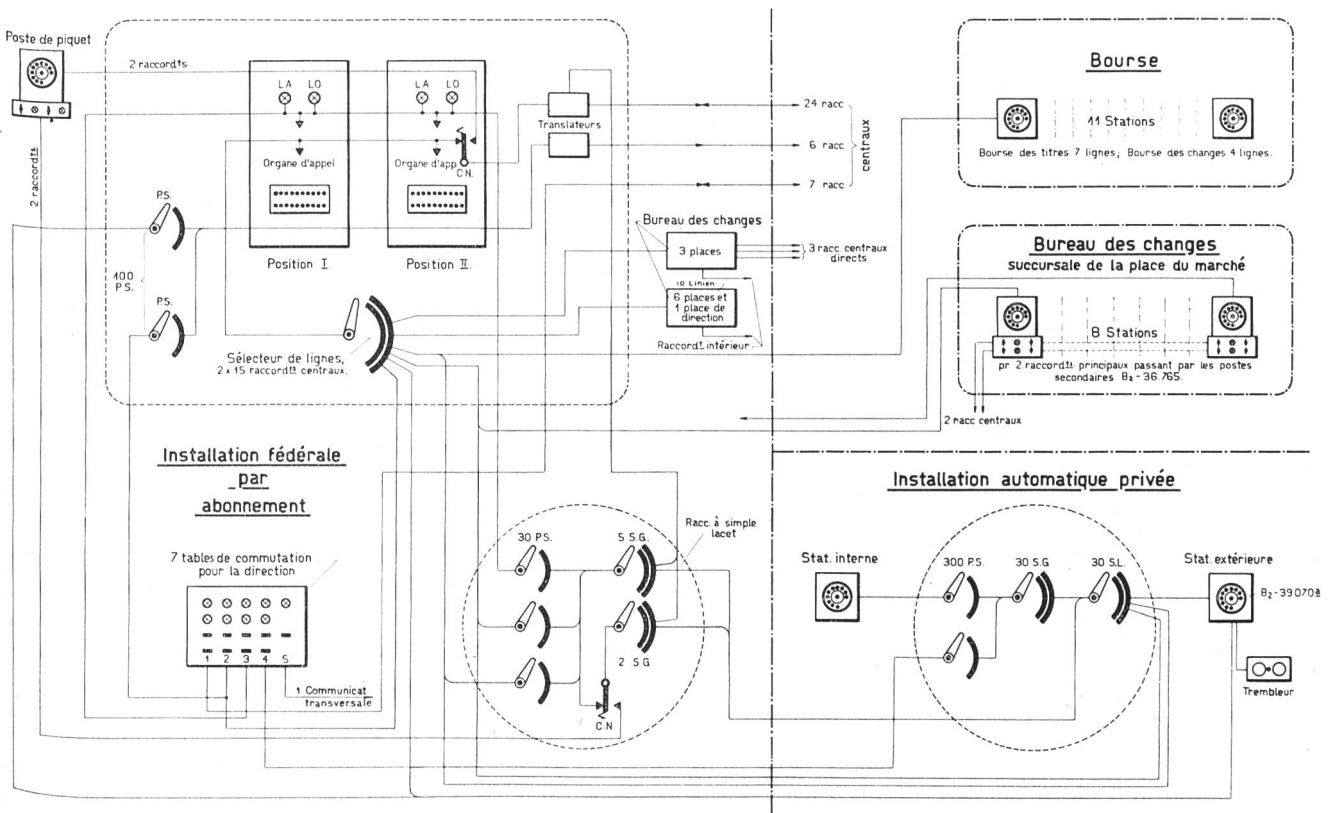

Fig. 4. Verbindungsdiagramm. — Diagramme des communications.
*Zusammensetzung des Netzes.* Die zahlreichen Wünsche des Teilnehmers wie auch der Betrieb einer Zweischleifenanlage und die damit verbundenen Erschwerungen bedingten die Schaffung eines ziemlich komplizierten Netzes. Das Netzdiagramm, Fig. 4, zeigt die Gruppierung der Verbindungsleitungen sowie die Zahl der in Betrieb stehenden Apparate.
sauvegarde des principes qu'elle impose, nécessitent la création d'un réseau assez compliqué, dont la figure 4 donne le diagramme des communications et le nombre des organes en service.
Comme le montre le diagramme de la figure 4, l'installation fournie en abonnement par l'administration pour le raccordement des appareils venant en communication avec le réseau fédéral se trouve quelque peu compliquée par suite de la diversité des cas, que nous examinerons brièvement ci-après:
tiple sur l'arc des présélecteurs. La sortie directe sur le réseau fédéral au moyen d'un présélecteur est utilisée par tous les postes situés à l'intérieur du bâtiment principal, c'est-à-dire pouvant être reliés sans grandes difficultés au moyen de deux lacets. Tel n'est par contre pas le cas pour ceux qui se trouvent à l'extérieur, comme par exemple à la bourse ou à la filiale de la place du marché, à une distance d'environ 1 à 1½ km. Pour ces postes, le même lacet doit être utilisé pour le service intérieur et extérieur. C'est pour cette raison qu'un groupe spécial (fig. 4) de 30 présélecteurs avec 7 sélecteurs de groupes a dû être créé, afin de permettre à ces derniers d'atteindre, par le même lacet, les raccordements centraux et les postes de l'installation intérieure. Au niveau 0, indiqué comme non utilisable dans la figure 6, sont alors reliés, au moyen de translateurs, un certain nombre de raccordements centraux utilisés simultanément pour le trafic entrant, décrit ci-après. Contrairement à ce qui a été dit précédemment, ces raccordements spéciaux, situés à l'extérieur du siège principal, atteignent une ligne centrale en faisant le chiffre 0, ce qui ne présente pas d'inconvénients.
Le trafic entrant par raccordement central étant en général assez intense, chaque raccordement est équipé avec ses propres sélecteurs pour la mise en communication automatique avec le poste désiré. Toutefois, le nombre des stations pour le service extérieur ne dépassant pas, pour le moment, la centaine et afin d'économiser un étage de sélection, les raccordements centraux n'ont été équipés qu'avec un sélecteur de lignes, fig. 4. Les stations pour le service extérieur, numérotées normalement de 200 à 299 pour le trafic automatique intérieur, portent pour la téléphoniste les numéros 00 à 99, la centaine étant supprimée. Comme mentionné plus haut, l'arc de ces sélecteurs de lignes est raccordé en multiple, d'une part, aux présélecteurs pour la sortie et, d'autre part, aux lacets extérieurs des stations B2-39.070a. La suite des fonctions pour l'établissement d'une communication entrante sera donc: Réponse à l'appel au moyen de la clé par la téléphoniste, envoi du numéro intérieur (2 chiffres) en abaissant les boutons des rangées respectives (dizaine et unité) du clavier ou par le disque d'appel, sélection par le sélecteur de lignes du raccordement central occupé. Après l'envoi du numéro, la téléphoniste remet sa clé de réponse en position normale et redevient libre pour d'autres manipulations. Sitôt que le sélecteur de lignes a atteint la ligne désirée, le poste est appelé automatiquement. Aucun des signaux intérieurs ne parvient jusqu'au raccordement central, la connection de la communication ne s'effectuant qu'au moment de la réponse du poste appelé. Pendant la période d'appel, la supervision s'opère au moyen d'une lampe spéciale, qui indique exactement à la téléphoniste, en brûlant constamment ou en vacillant, dans quelle situation se trouve la commu-
Der ankommende Verkehr auf den Stadtleitungen ist ziemlich stark, so dass jede Leitung mit ihrem eigenen Wähler ausgerüstet ist, der zur Verbindungsherstellung mit dem gewünschten Hausanschluss dient. Da jedoch die Zahl der amtsberechtigten Stationen zurzeit 100 noch nicht überschreitet, und um eine Wählstufe zu ersparen, wurden die Amtseingänge einstweilen nur mit einem Leitungswähler ausgerüstet (Fig. 4). Die amtsberechtigten Stationen, denen für den Hausverkehr die Nummern 200—299 zugeteilt sind, haben für die Telephonistin nur die Nummern 00—99, da die Hunderterziffer wegfällt. Wie schon früher erwähnt, werden die Kontaktbogen der Stadtleitungswähler vielfach geschaltet, einerseits mit den Vorwählern für den Ausgangsverkehr, andererseits mit den Schleifen der amtsberechtigten Stationen B2-39.070a. Der Aufbau einer ankommenden Stadtverbindung geht also wie folgt vor sich: Antwort der Telephonistin durch Umliegen des entsprechenden Schlüssels, Senden der Nummer des gewünschten Hausanschlusses (nur zwei Ziffern) durch Niederdrücken der entsprechenden Tasten (Zehner und Einer) oder durch Einstellen des Nummernschalters, und schliesslich Wahl der Sprechstelle durch den in Betracht fallenden Stadtleitungswähler. Nach dem Senden der Nummer bringt die Telephonistin den Abfrageschlüssel in die Normallage, worauf sie für andere Manipulationen frei wird. Sobald der Leitungswähler den verlangten Anschluss erreicht hat, wird die Sprechstelle automatisch aufgeläutet. Keines der internen Signale wird auf die Stadtleitung übertragen; die Durchschaltung
Les fonctions de ces différents raccordements sont les suivantes (fig. 4):